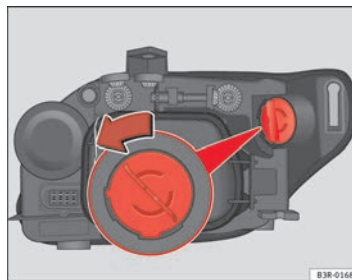

Fig. 191 Lámpara luz intermitente
- Gire el portalámparas en el sentido contrario a las agujas del reloj asiéndolo por el empuñadura ⇒ fig. 191 y extraiga el portalámparas y la lámpara.